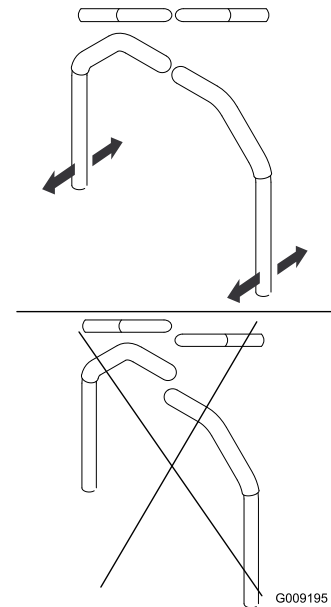

Figura 63
4. Alinee las palancas en el sentido adelante/atrás acercándolas a la posición de PUNTO MUERTO y muévalas hasta que estén alineadas; luego apriete los pernos (Figura 63).